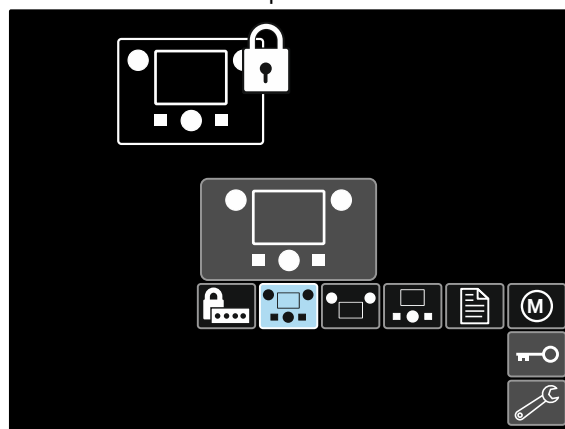

Рисунок 44
- С помощью кнопки регулировки [11] выделите элемент, который следует заблокировать, например все компоненты интерфейса – см. Рисунок 44.